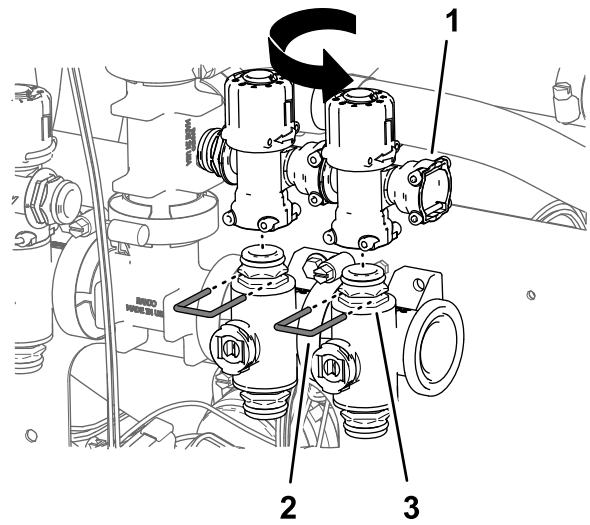

Figura 102
8. Repita os passos 5 a 7 para as válvulas de distribuição da válvula do bico 6 e válvula do bico 7 (Figura 102).